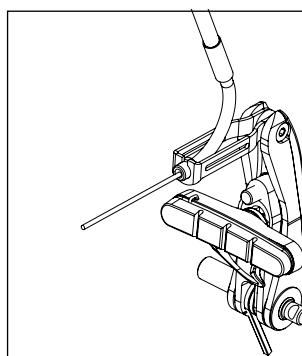

Abb. 18
⑪. Setzen Sie das Umlenkrohr wieder ein, bis es am Anschlag gegen die Bremsaußenhülle ist und bringen Sie die Bremsaußenhülle wieder an der Spannvorrichtung ⑬ an, indem Sie das Umlenkrohr in die Gabel drücken, um es in die Zugstange zu stecken.
6 / Stecken Sie das Umlenkrohr in die Zugstange ⑩ (Abb. 18).